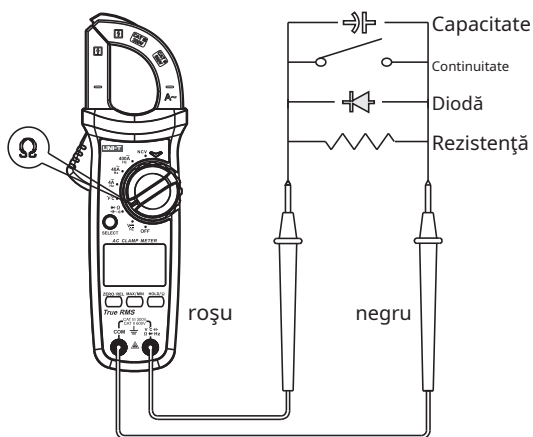

Figura 4
3. Măsurarea rezistenței (Figura 4)
4. Testarea continuității circuitului (Figura 4).
5. Măsurarea diodelor (Figura 4)
6. Măsurarea capacității (Figura 4)